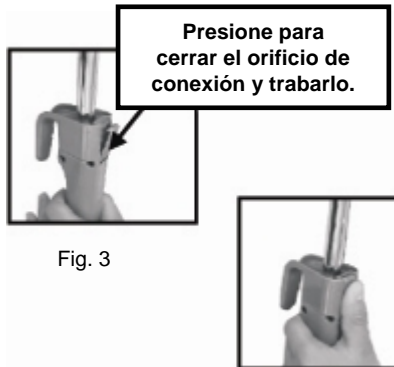

Fig. 4
- Presione para cerrar el orificio de conexión y trabarlo. (Fig. 3 y Fig. 4).